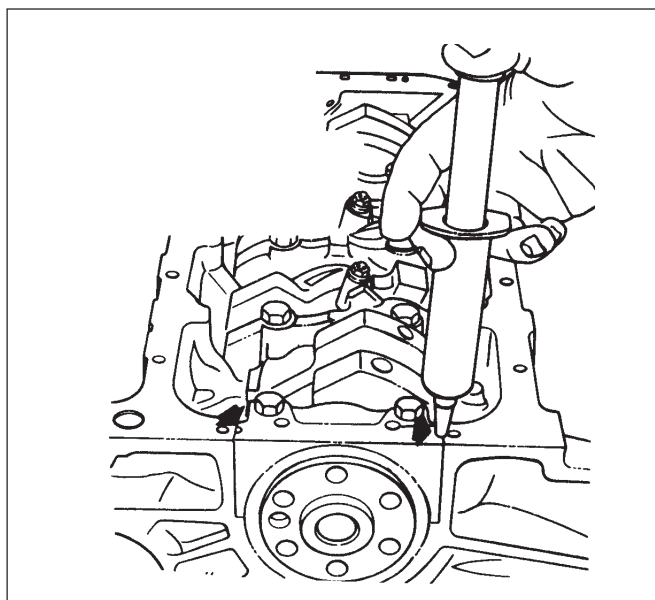

Fig. 50 Etanșare capac palier spate
- 3) Se etanșează capacul palier spate umplînd canalele laterale cu soluție de etanșare. Vezi fig.50.